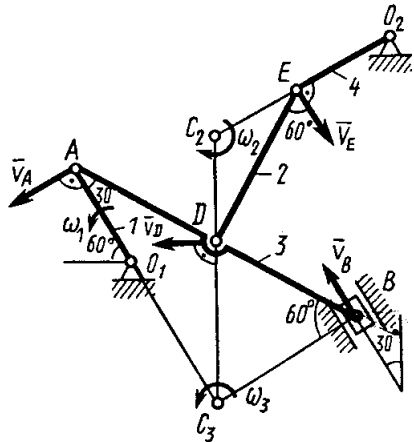

Рис. 2
1. Строим положение механизма в соответствии с заданными углами и выбранным масштабом длин (рис. 2; на этом рисунке будем изображать все найденные векторы скоростей).
Так как точка E принадлежит одновременно стержню O_2E , вращающемуся вокруг O_2 , то $\bar{v}_E \perp O_2E$. Тогда, восставляя из точек E и D перпендикуляры к скоростям \bar{v}_E и \bar{v}_D , построим МЦС C_2 стержня DE . По направлению вектора \bar{v}_D определяем направление поворота стержня DE вокруг центра C_2 . Вектор \bar{v}_E направлен в сторону поворота этого стержня. Из рис. 2 видно, что $\angle C_2ED = \angle C_2DE = 30^\circ$, откуда $C_2E = C_2D$. Составив пропорцию, найдем, что
Так как получилось $a_B > 0$, то, следовательно, вектор \bar{a}_B направлен так, как показано на рис. 2.